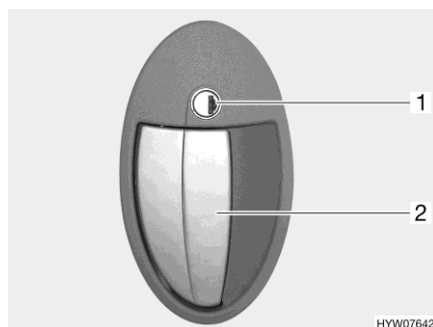

Fig. 16 Cerradura de la puerta
- Introducir la llave en el cilindro de cierre (Fig. 16,1) y girar en sentido de las agujas del reloj hasta que esté desbloqueada la cerradura de la puerta.
- Tirar del tirador de la puerta (Fig. 16,2). La puerta está abierta.
- Introducir la llave en el cilindro de cierre (Fig. 16,1) y girarla en sentido contrario a las agujas del reloj hasta que esté bloqueada la cerradura de la puerta.